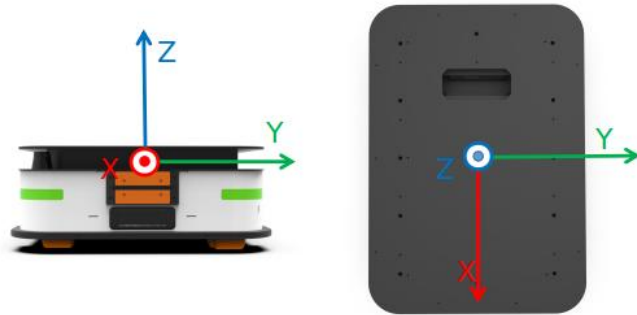

图 1 朴为 P500 坐标系示意图
朴为 P500 机器人坐标定义如图 1 所示，其中屏幕、急停开关所在的一侧为车尾，充电金属条所在的一侧为车头，坐标系的原点为车顶方形承载平台的几何中心，坐标系 X 方向指向车头（前方），Z 方向平行于重力方向向上。
4. **摇杆控制：**右侧摇杆负责旋转，旋转的中心轴为 Z 轴（坐标系参考图 1），左侧摇杆负责前进与后退，运动方向定义参考图 1。